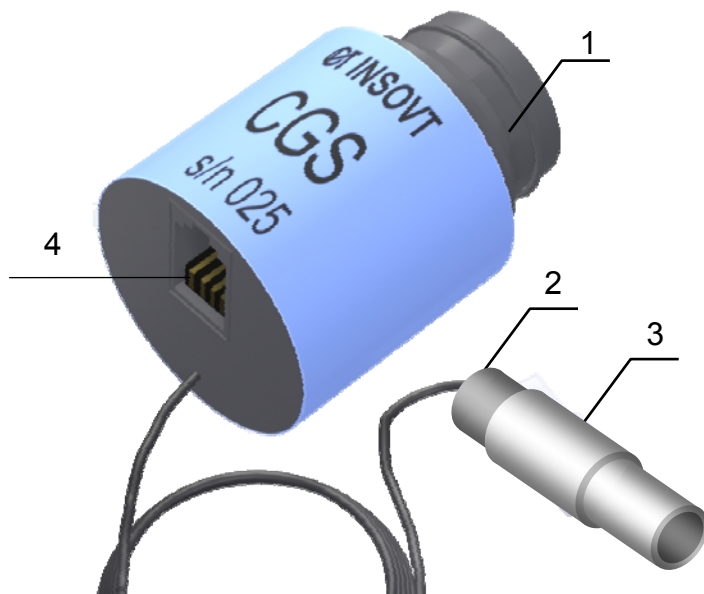
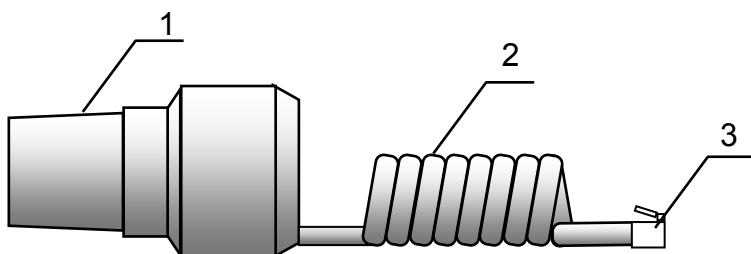

Рис. 9 - ПИП основного компонента (Xe, N2O, He) и ПИП проскоковой концентрации Xe.
Рис. 10 - ПИП кислорода.
Конструкция ПИП основного компонента (Xe, N2O, He) и ПИП проскоковой концентрации Xe показана на рис. 9. ПИП кислорода - на рис. 10. Основными элементами ПИП являются контейнер с датчиком анализируемого газа (1), соединительный шнур (2) и разъемный соединитель (3).